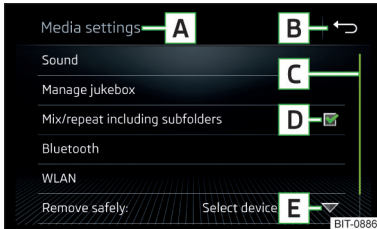

Abb. 164
**Beschreibung der Bildschirmanzeige » Abb. 164**